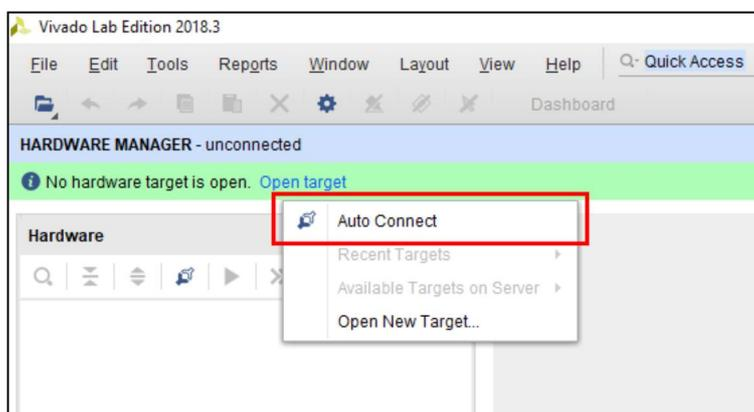

Рис. 1-6 Подключение к ПЛИС Kintex
8. Подключиться к ПЛИС Kintex, нажав левую кнопку мыши на «Open target» и выбрав «Auto Connect» (Рис. 1-6).